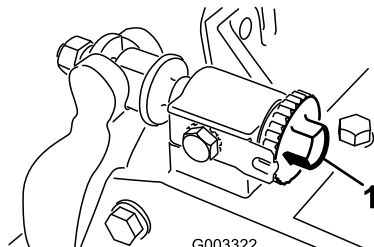

図 24
1. ベッドナイフ調整ノブ図 24を左に回して、ベッドナイフとリールの接触を完全になくす。